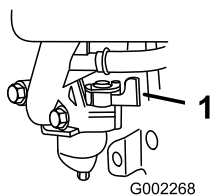

Figura 11
- Abra la válvula de combustible moviendo la palanca a la **derecha** (Figura 11).